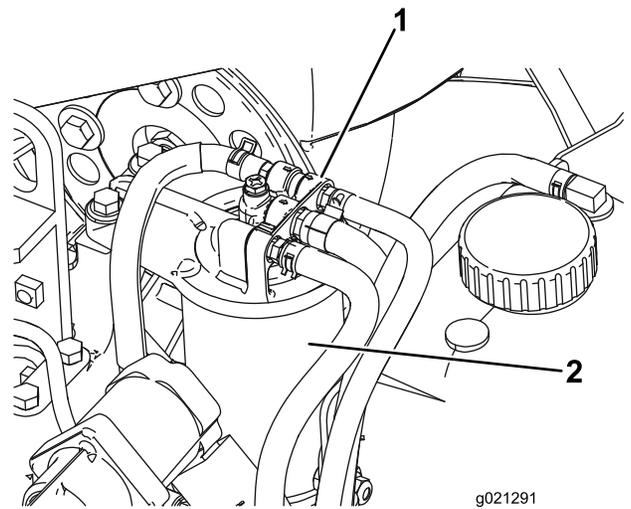

Bild 82
1. Reinigen Sie den Bereich um den Kraftstofffilterkopf (Bild 82).
2. Entfernen Sie den Filter und reinigen Sie die Befestigungsoberfläche des Filterkopfes (Bild 82).